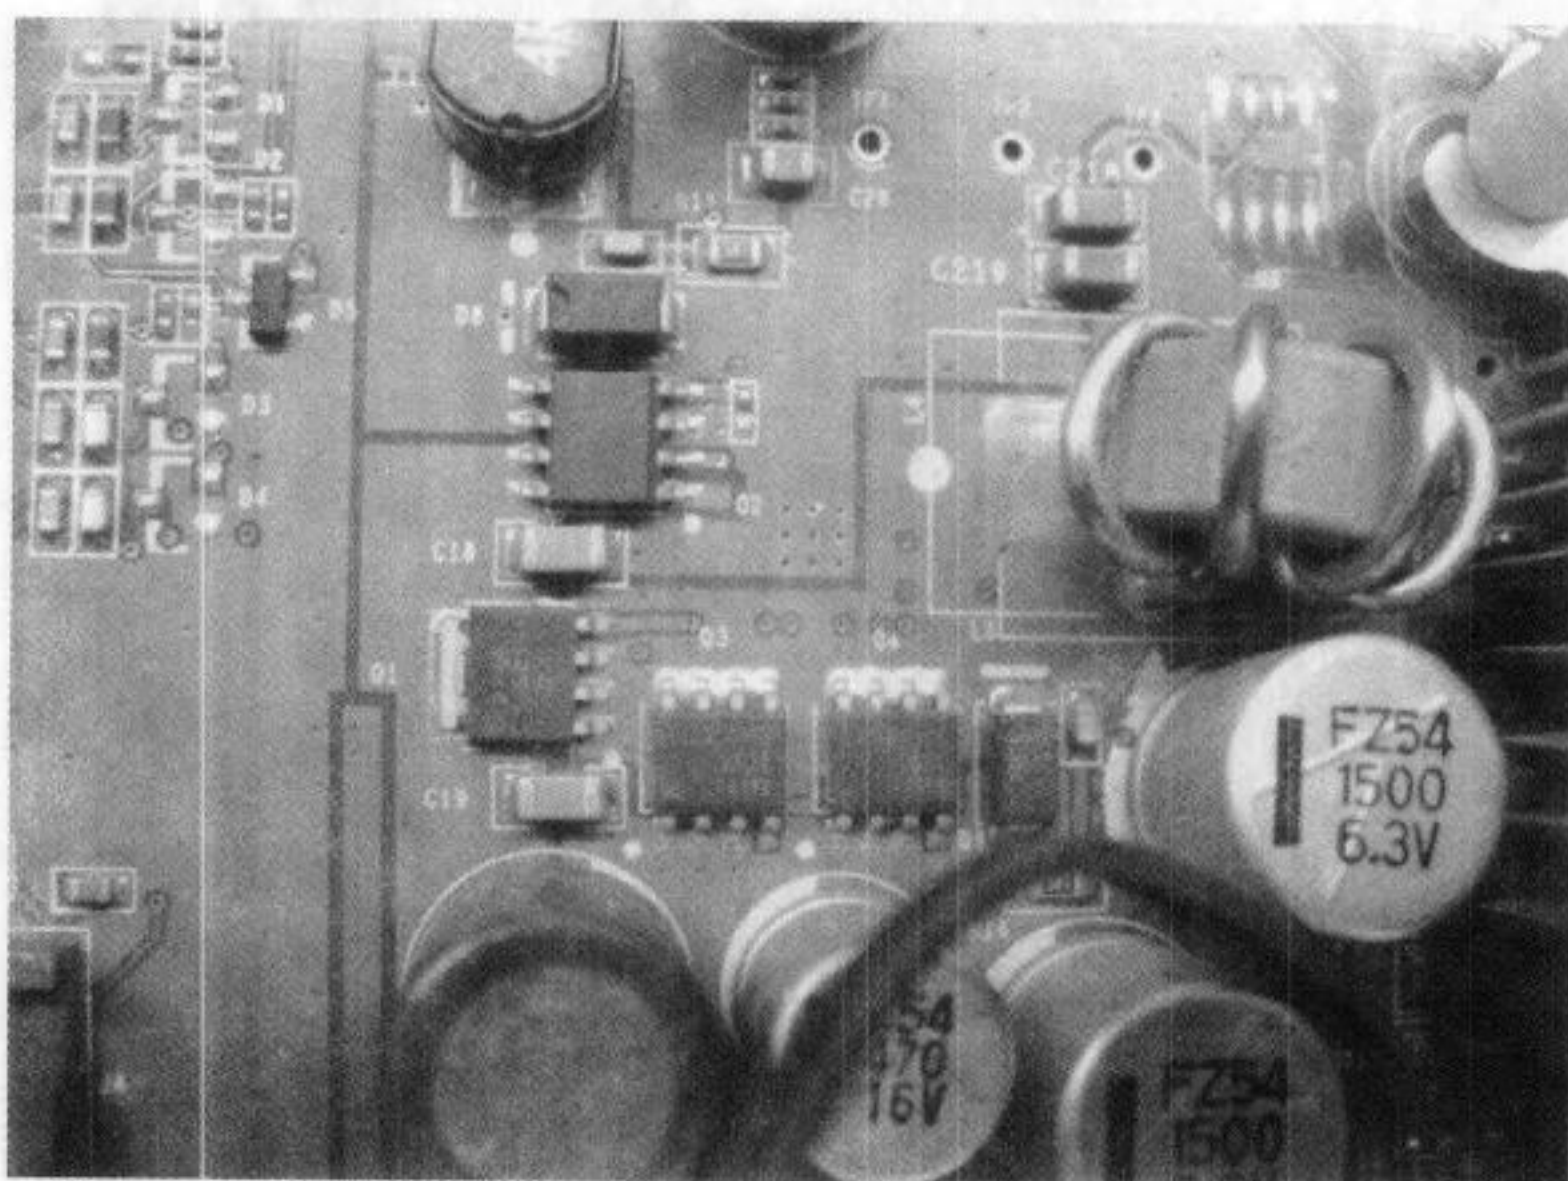

图 5-3 供电电路正面
(2) 观察 PCB 正面，发现只有几个场管和线圈，没有 PWM 芯片，如图 5-3 所示。